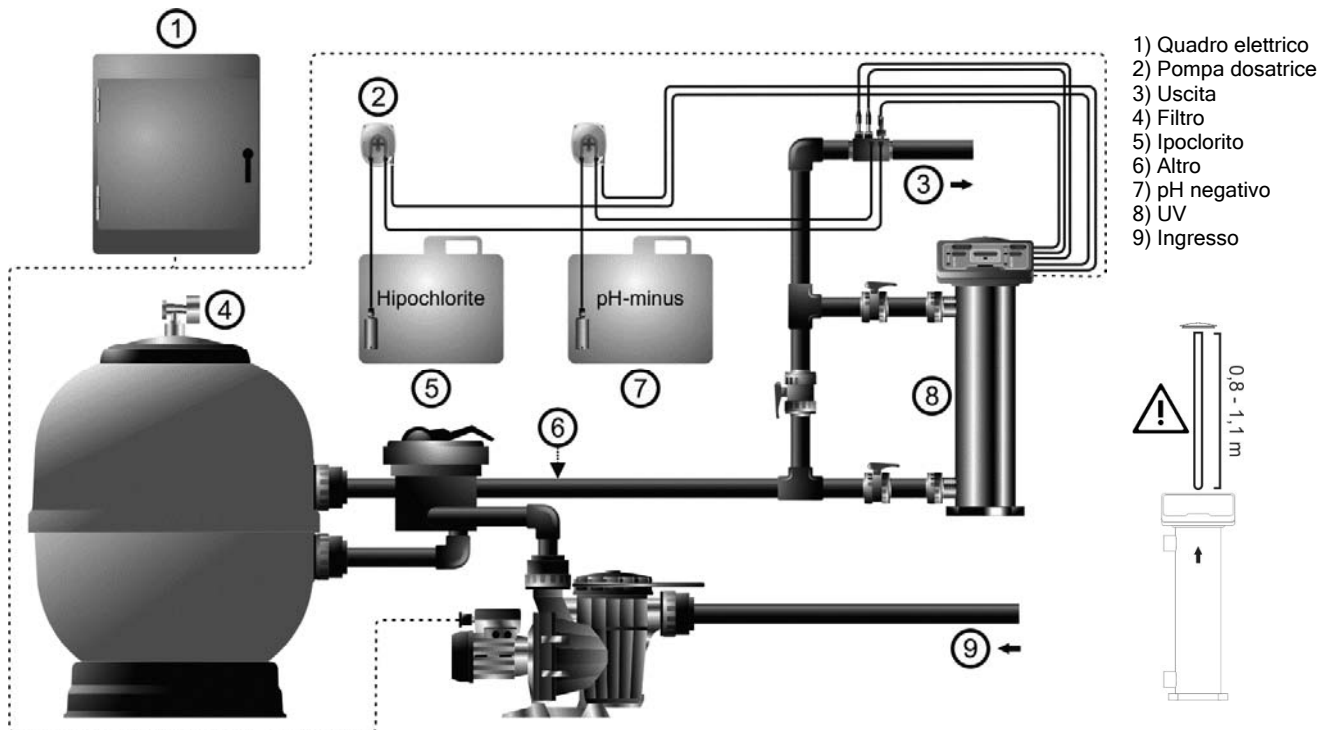
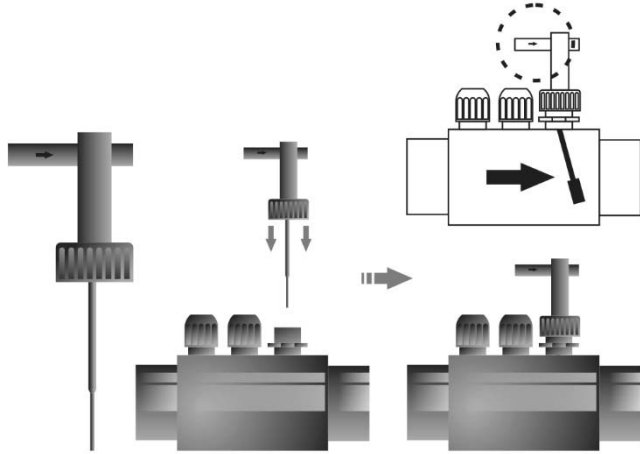
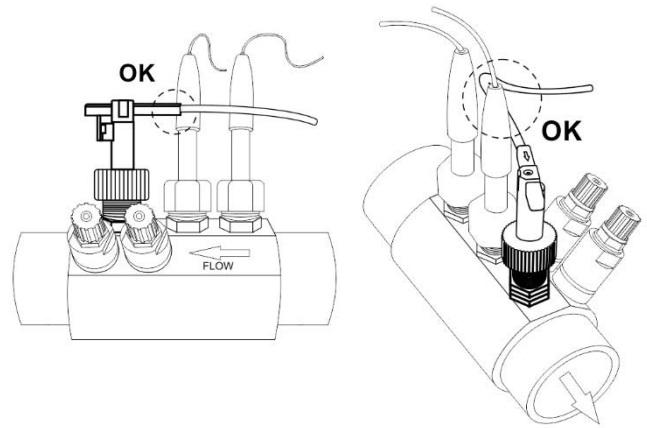

Fig. 1
Fig. 2b
Fig. 3b
Il sistema UV LP/LP+ va installato sempre VERTICALMENTE e sul pavimento, come mostrato nello schema dell'installazione consigliata (fig. 1). Per garantirne la buona conservazione, bisogna cercare di installare sempre l'apparecchiatura in un luogo asciutto e ben ventilato della sala macchine. Il grado di tenuta stagna del sistema UV LP/LP+ non consente di installarlo esposto alle intemperie.
1. Incollare il porta-sonde (pvc d63) fornito ad un tratto della tubazione situato dietro il bypass UV (fig.1). Il porta-sonde va installato sempre in posizione orizzontale sul pavimento (vedere fig. 2b), in modo tale che gli ingressi filettati (1/2"G - 3/8"G) restino sempre accessibili per installare in seguito l'iniezione: pH negativo + ipoclorito (vedere fig. 3b).
2. Il rilevatore di flusso (flussostato) fornito va installato nel porta-sonde sempre verticalmente (fig. 2b).